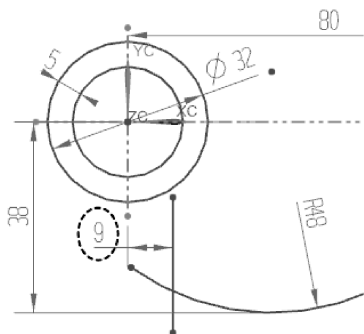

图 2-79 绘制竖直直线
- 单击【直线】按钮 $\text{---}$ ，绘制标注距离为 9 的竖直直线，如图 2-79 所示。